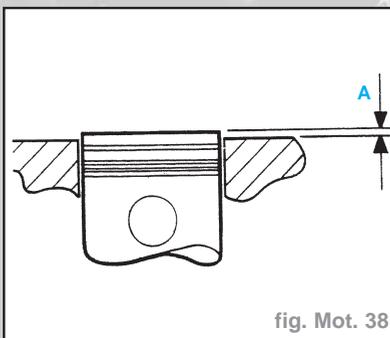

fig. Mot. 38
- Le dépassement du bloc-cylindres de tous les pistons doit être mesuré ; l'épaisseur du joint choisie correspondra à la plus grande valeur de la dimension "A". Cette dimension ne devra que toutefois dépasser 0,8 mm (Fig. Mot. 38).